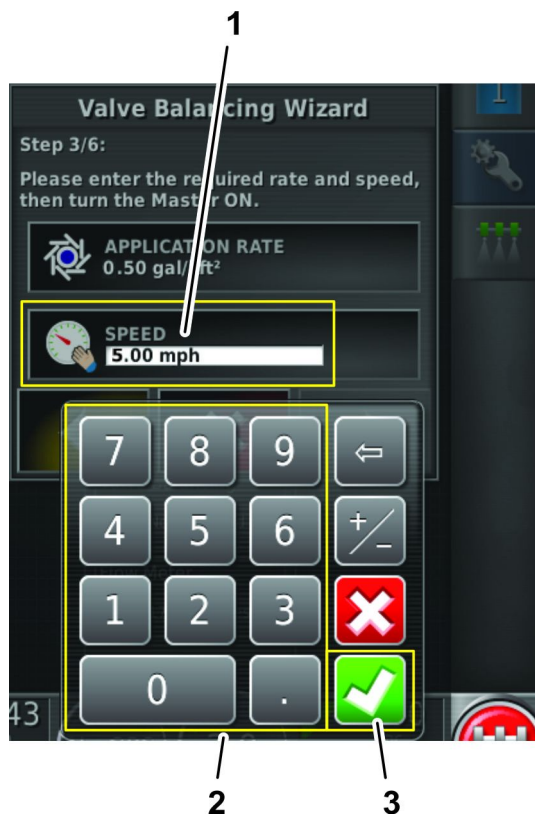

Figura 51
7. Con il tastierino numerico inserite la velocità di trasferimento che userete per l'irrorazione, quindi premete l'icona di Conferma (Figura 51).